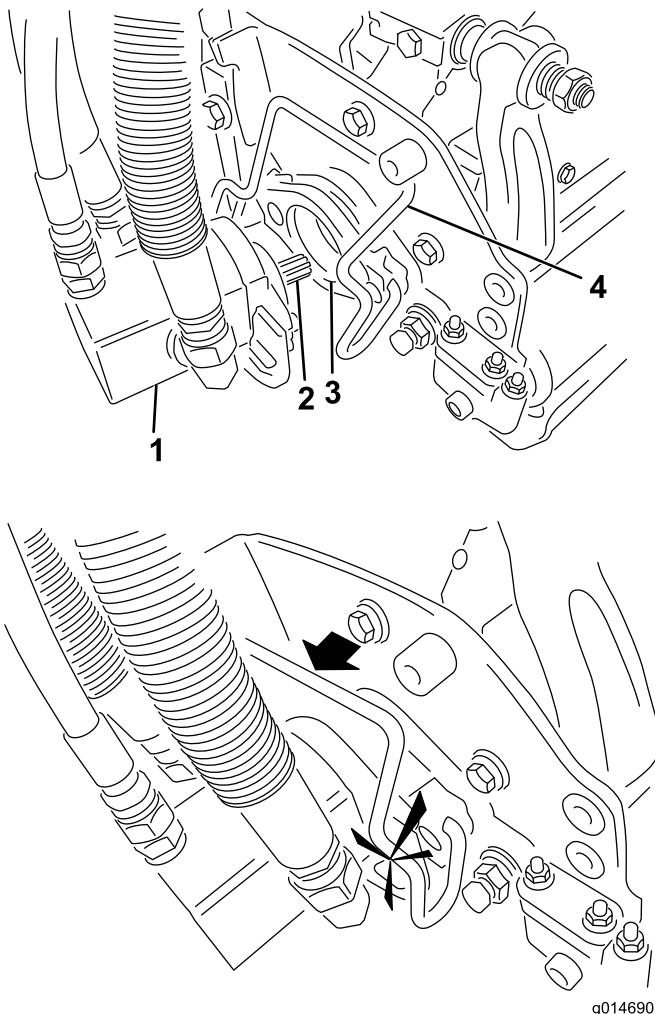

Bild 14
- Schmieren Sie Keilwelle des Mähwerkmotors mit sauberem Schmiermittel ein (Bild 14).
- Setzen Sie den Motor in die linke Seite des Mähwerks (aus Sicht der Bedienerstellung) und ziehen Sie die Motorbefestigungsstange am Mähwerk zum Motor, bis Sie einen deutlichen Klicken von beiden Seiten des Motors hören (Bild 14).